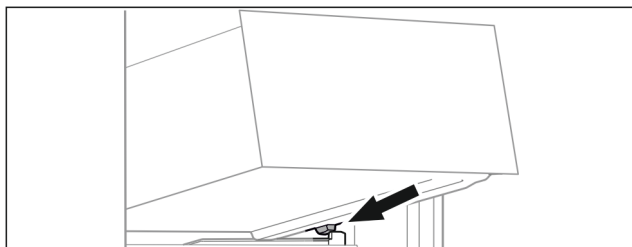

Fig. 91
- Schubfach schräg hinter den Stoppern auf Behälterrippe aufsetzen. (siehe Fig. 91)